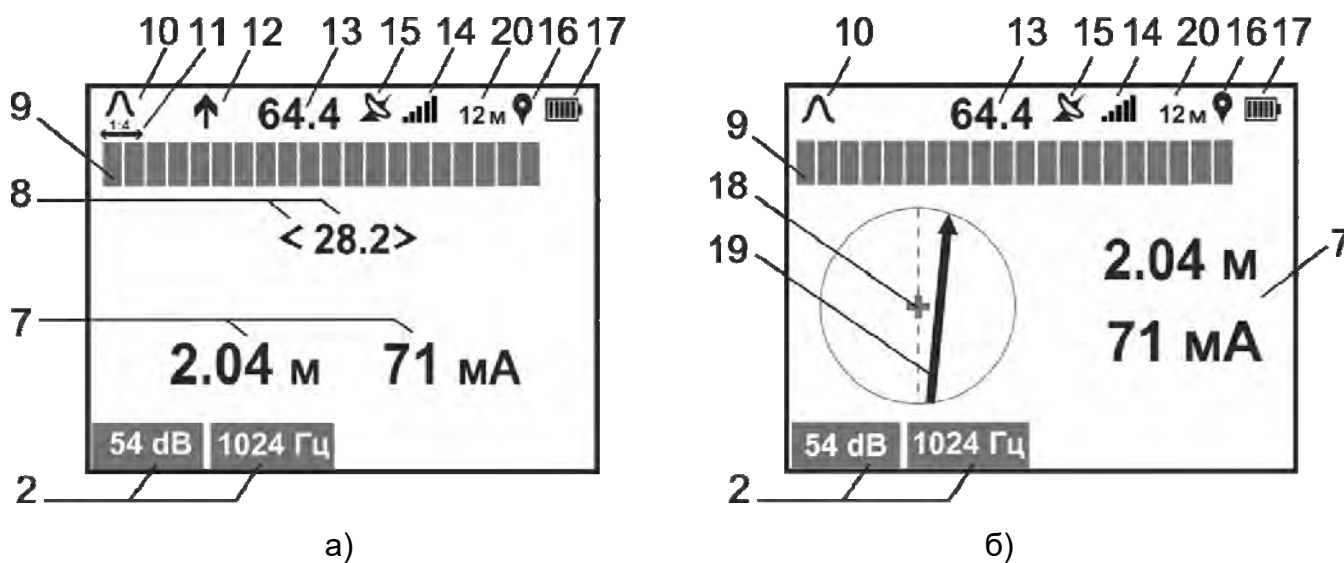

Рисунок 3.2 – Индикация приемника в режиме «ТРАССА»
- «ТРАССА» – для поиска коммуникаций с одновременным определением глубины её залегания, величины протекающего по ней тока рабочей частоты (рисунок 3.2.а). Дополнительно при включенной функции «КОМПАС», отображается положение и направление коммуникации относительно приемника (рисунок 3.2.б).
Примечание. Индикация значения уровня входного сигнала в «дБ» при поиске по «максимуму» и «минимуму» (соответственно поз. 13 и 8 на рис. 3.2) при перегрузке соответствующих им входных каналов меняет свой цвет на красный
При включенной опции «растяжка шкалы «максимум» 1:4» цена деления уменьшается в четыре раза, тем самым увеличивая разрешающую способность шкалы. При этом на экране отображается символ «» (поз. 11 на рис. 3.2), под шкалой «максимум» появляется желтая полоса, указывающая положение окна растяжки относительно исходной (нерастянутой) шкалы.
Коммуникация схематически отображается в виде линии – указателя положения коммуникации (поз. 19 рис. 3.2 и 3.3). Одновременно с этим в режиме «ТРАССА» на индикаторе отображаются шкала «максимум» и уровень входного сигнала, в режиме «ТРАССА-ДАТЧИК» отображаются шкала и уровень входного сигнала по входу «ДАТЧИК», а также его относительная полярность.
По мере продвижения по трассе ориентируйте приемник относительно коммуникации таким образом, чтобы на экране указатель положения коммуникации (поз. 19 рис. 3.2) совпадал с осью приемника (поз. 18 рис. 3.2).